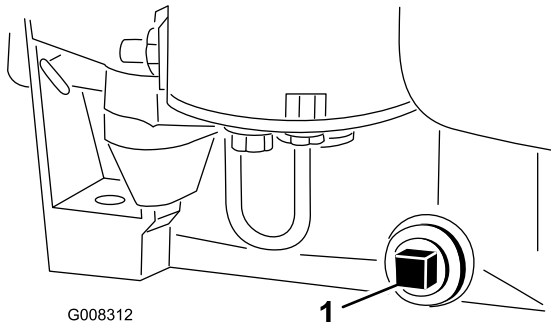

Bild 26
9. Nehmen Sie die Ölablassschraube ab, damit das Öl ablaufen kann (Bild 26).